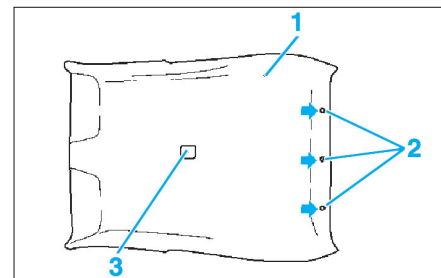

FIG. 24
- S'aider d'un second mécanicien et déposer les trois bouchons (2) de la garniture de pavillon (1) (Fig.24).
- Détacher la bande velcro (3).